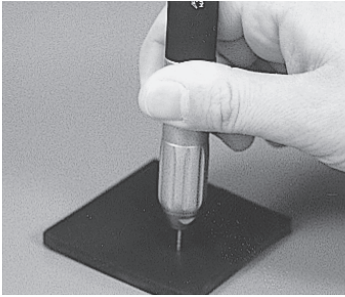

Abb. 7
- 1) Da das Spannfutter des PRESTO Handstücks selbstklemmend ist, die FG-Bohrer mit 1,6-mm-Schaft einsetzen und wie in Abb. 7 dargestellt hineindrücken.